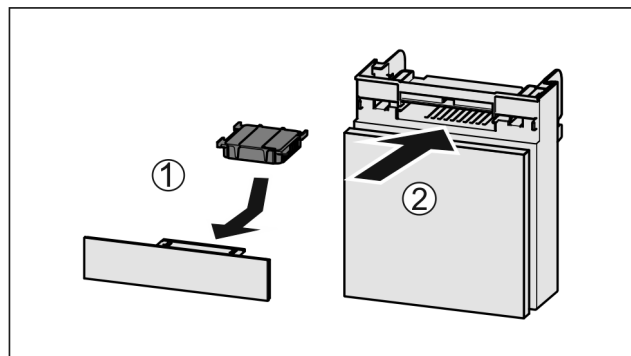

Fig. 32
- ▶ Установите фильтр с активированным углем, как показано на рисунке Fig. 32 (1).
- ▶ Вставьте отделение Fig. 32 (2).